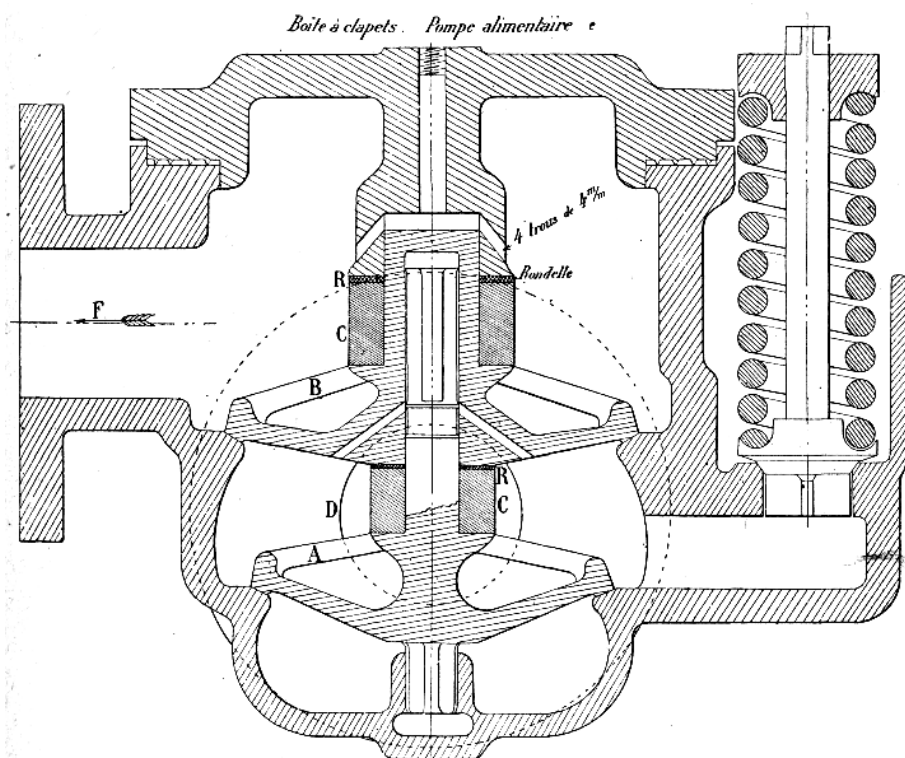

Fig. 144.
**Boîte à clapets de pompe alimentaire.** — La figure 144 est une boîte à clapets d'une pompe alimentaire. A, clapet d'aspiration; B, clapet de refoulement; C, C, rondelles en caoutchouc; R, R, rondelles en bronze; D, orifice d'aspiration; F, refoulement.